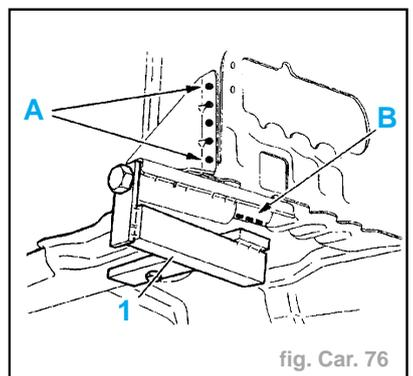

fig. Car. 76
- Positionner le support anneau de remorquage (à l'aide de l'outil **1**) : gabarit de montage support anneau de remorquage) (fig. Car. 76).